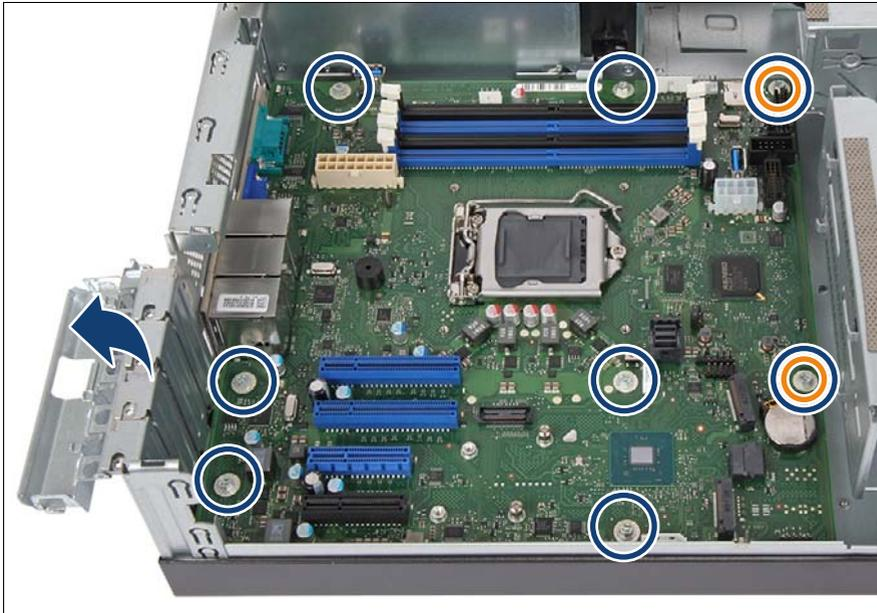

図 186: システムボードをネジで固定する
- ▶ システムボードを調整します。必要に応じて、そっとひねってシステムボードの位置を調整します（図 186 のオレンジ色の丸で囲んだ部分はセンターリングボルトを示します）。
- ▶ システムボードを 8 本のネジで固定します（図 186 を参照）。